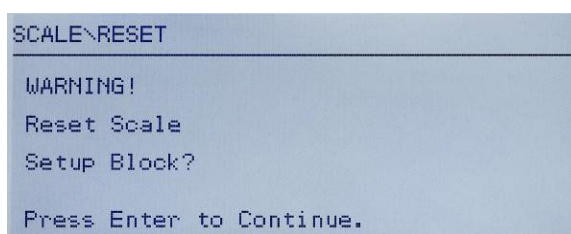

Figura 3-31: Pantalla de advertencia de reinicio del terminal
- Use la tecla de navegación ABAJO para seleccionar Reinicio y luego presione ENTER. La pantalla muestra un mensaje de advertencia acerca de volver a ajustar la configuración de la báscula (Figura 3-31).